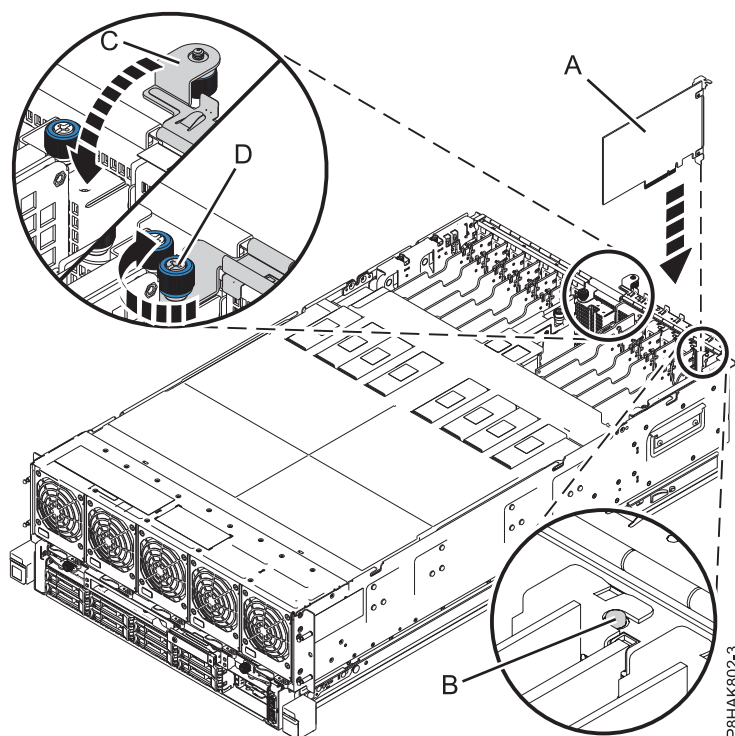

Figura 18. Instal·lació o substitució d'un adaptador PCIe al sistema 8408-44E o 8408-E8E
7. Agafeu amb compte l'adaptador per l'extrem superior o per la contrapunta i alineu-lo amb la ranura i el seu connector de la placa posterior del sistema (A), tal com es mostra a Figura 18 a la pàgina 28.